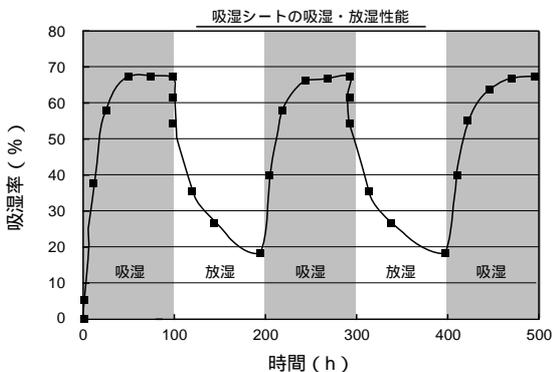

図1 ドライキーパーの吸湿・放湿特性
- 2) 高湿度のときには吸湿し、低湿度のときには放湿する可逆性を示します（図1参照）。